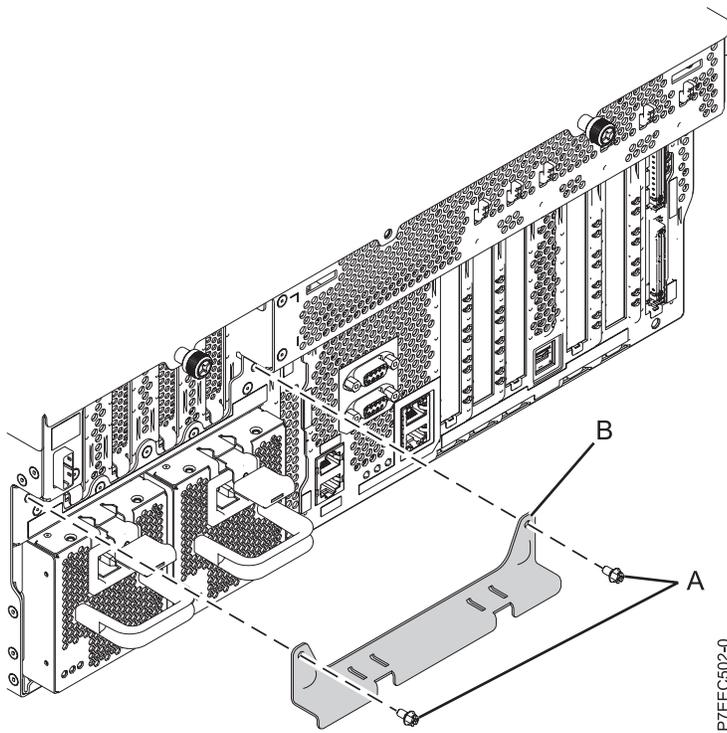

Abbildung 12. Transporthalterung ausbauen
1. Bauen Sie die Transporthalterung der Netzteile aus (falls vorhanden). Stellen Sie sicher, dass die Netzteile vollständig aus- und wieder eingebaut worden sind (siehe Abb. 12 auf Seite 20).